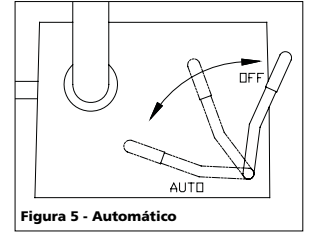

Figura 5 - Automático
- **Presostato** - Automático (Figura 5) - En la posición **AUTO** el compresor se apaga automáticamente cuando la presión del tanque alcanza el nivel máximo fijado en la fábrica. En la posición **OFF**, el compresor no funcionará. El presostato debe colocarse en **OFF** para conectar o desconectar el cordón eléctrico del tomacorriente o para cambiar la herramienta neumática.